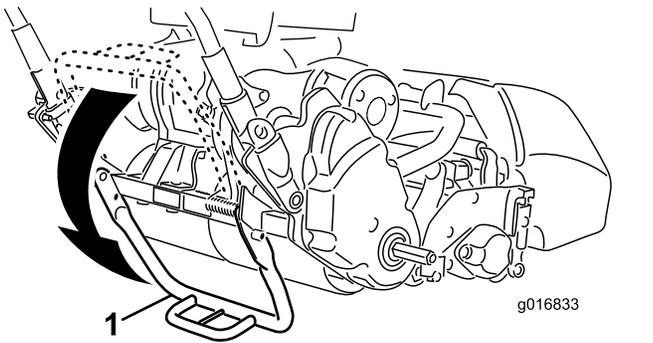

图9
1. 用脚向下踩支撑架的中心，然后向上拉动下部手柄支架，直到支撑架向前旋转并超过中心（图9）。